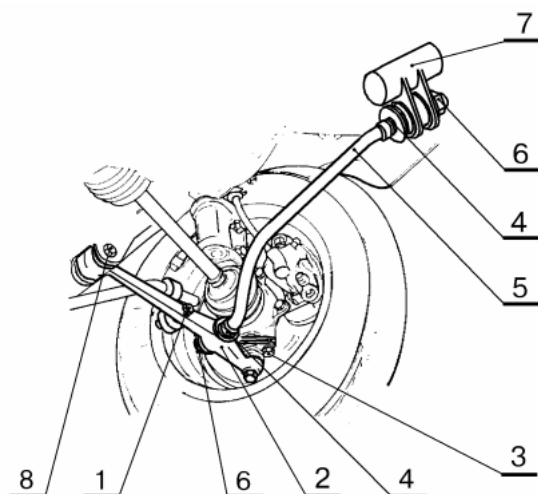

Рисунок 5 - Регулировка угла продольного наклона оси передних колес автомобилей ВАЗ 2110, 2111, 2112, 2170:
5.1.3 Отвернуть гайку болта 1, рисунок 5, крепления стойки стабилизатора к рычагу 2, извлечь болт (головка сменная 17 и вороток, ключ кольцевой 17, молоток, прошивка 2101-3901114).